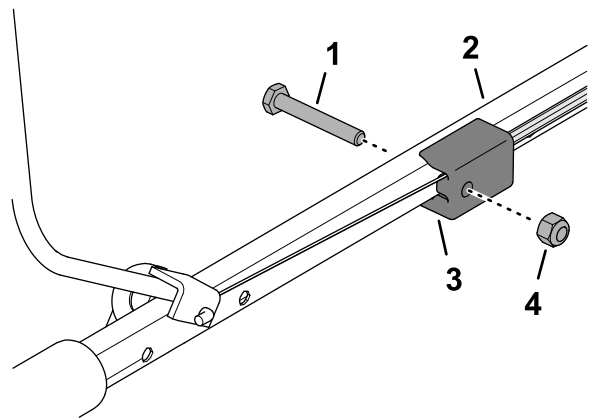

Рисунок 13
- Прикрепите фитинг рукоятки к верхней рукоятке (Рисунок 13) с помощью болта ($\frac{1}{4}$ x $1\frac{3}{4}$ дюйма) и контргайки ($\frac{1}{4}$ дюйма).